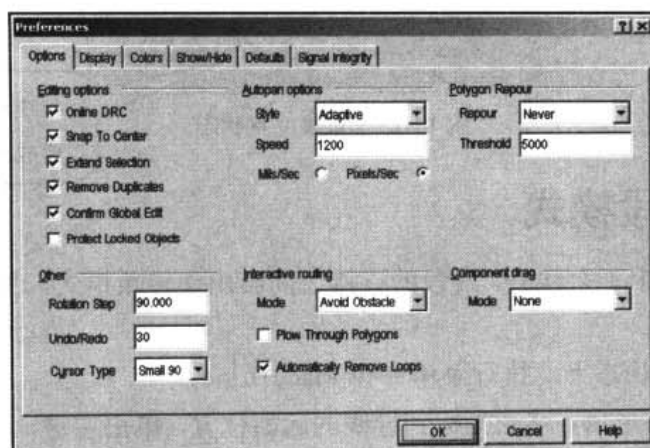

图 14-15 设置自动删除多余线段对话框
- (1) 运行 Protel 99 SE, 打开 PCB 文件。
- (2) 执行菜单命令 Tools|Preference, 弹出如图 14-15 所示的 Preference 设置对话框。
系统默认的智能交互布线模式是 **Avoid Obstacle**（避免障碍物），同时也可以选择另外两种布线模式。在图 14-15 的 **Interactive Routing** 选项区域中，单击 **Mode** 下拉列表框右边的下拉按钮，即可选择布线模式。